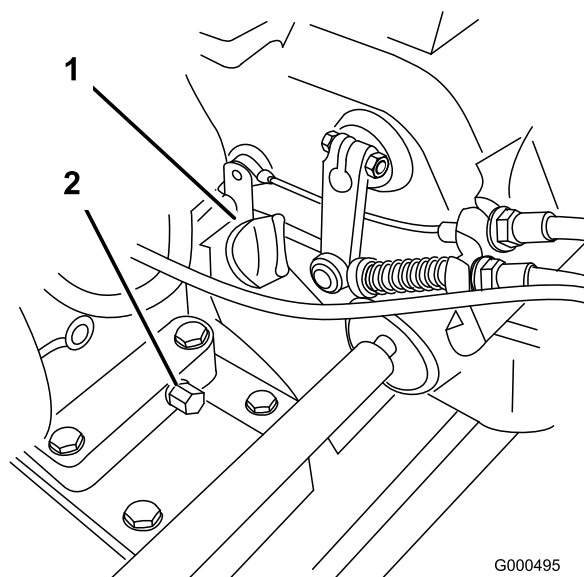

Figura 20
1. Posizionate il tosaerba in modo che il motore sia a livello, e pulite attorno al misuratore del livello dell'olio (Figura 20).
2. Collocate una bacinella sotto il tappo di spurgo (Figura 20) sul retro della macchina. Togliete il tappo di spurgo.